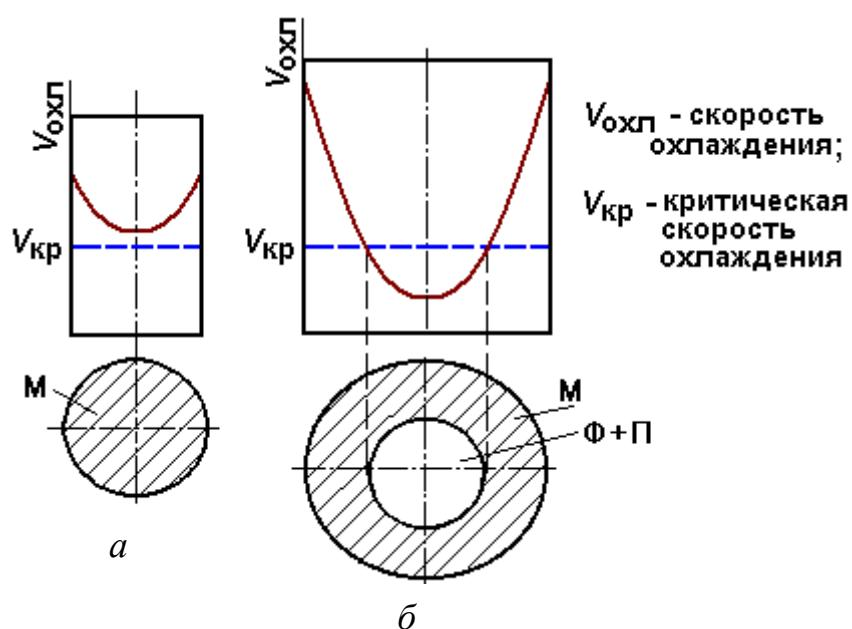

Рис. 5.8. Изменение скорости охлаждения по сечению деталей:
*Прокаливаемость* – это способность стали получать закалённый слой определенной глубины. Скорость охлаждения уменьшается от поверхности детали к центру, поэтому при большой толщине детали может оказаться, что в её сердцевине скорость охлаждения меньше критической (рис. 5.8). В этом случае на мартенсит закалится только поверхностный слой детали, а сердцевина будет незакалённой, с мягкой феррито-перлитной структурой.